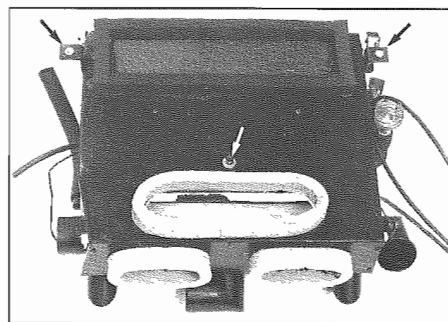

Fig. 10 - Viti fissaggio gruppo evaporatore
- Allentare le viti di fissaggio (3) (**Fig. 10**) e smontare il gruppo.
- Loosen fixing screws (3) (**Fig. 10**) and remove the unit.